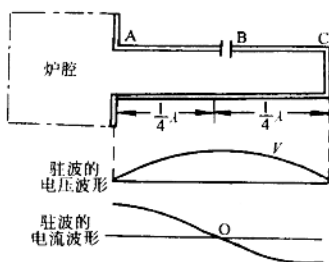

图 1-3 抗流槽结构原理图
(1) 开关系统由多重安全联锁微动开关组成,炉门关不好,就不能使微波炉工作。
(2) 为防止微波从炉门与腔体之间的缝隙中泄漏出来,在炉门四周做成抗流槽结构。抗流槽是在门内设置的一条异型槽结构,即开一条 $1/2$ 微波波长的槽,使其末端短接(见图 1-3),在其 $1/4$ 波长的点稍开一点孔隙。这种抗流槽具有引导微波反转相位的作用,在抗流槽入口处,微波会被和它逆向的反射波抵消。